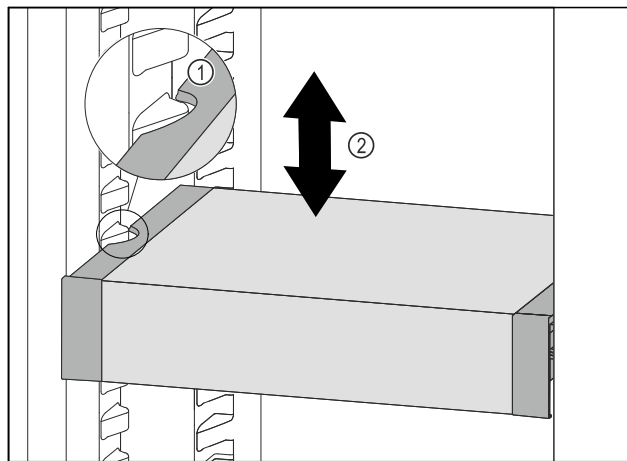

Fig. 100
- Потягнути VarioSafe вперед, поки бокові заглиблення VarioSafe не опиняться на рівні ребра для резервуара в охолоджувальному відділенні. Fig. 100 (1)
- Пересувajte VarioSafe вгору або вниз в охолоджувальному відділенні до тих пір, поки не досягнете бажаної висоти. Fig. 100 (2)